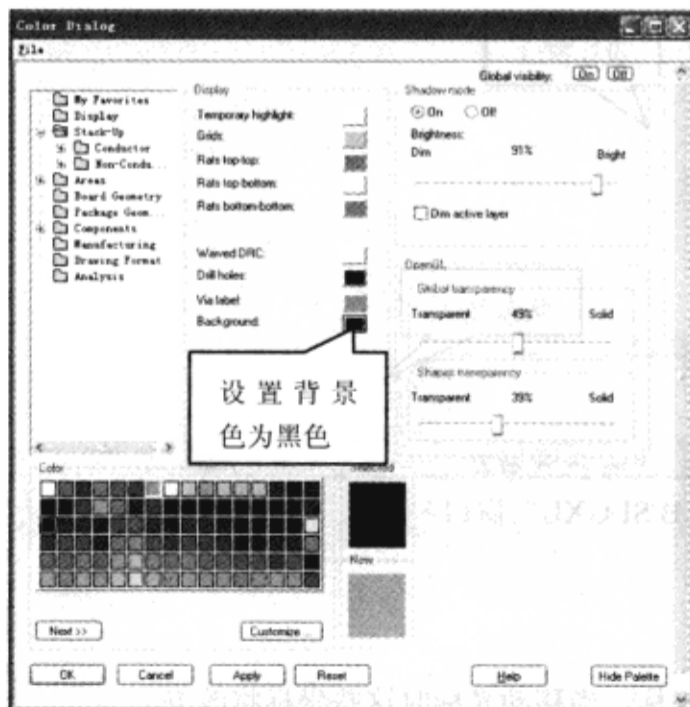

图 2-5-5 “Color Dialog”对话框
(5) 在左侧的列表中选择“Display”栏，在右侧显示的“Background”后面的颜色框设置为黑色，如图 2-5-5 所示。